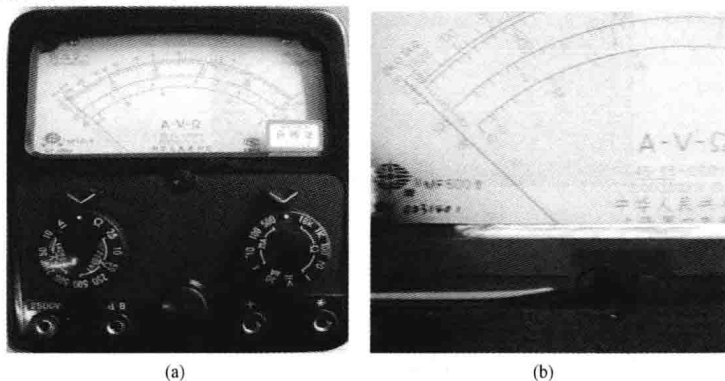

图 4-30 测量前准备工作
(1) 万用表水平放置, 检查指针是否停在表盘左端的零位, 如有偏离, 可用小螺丝刀轻轻转动表头上的机械零位调整旋钮, 使指针指零, 如图 4-30 所示。